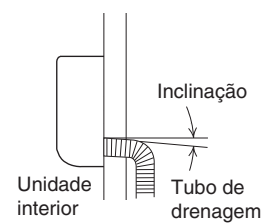

Fig. 3-35
- a) O tubo de drenagem deve estar num declive para fora. (Fig. 3-35)